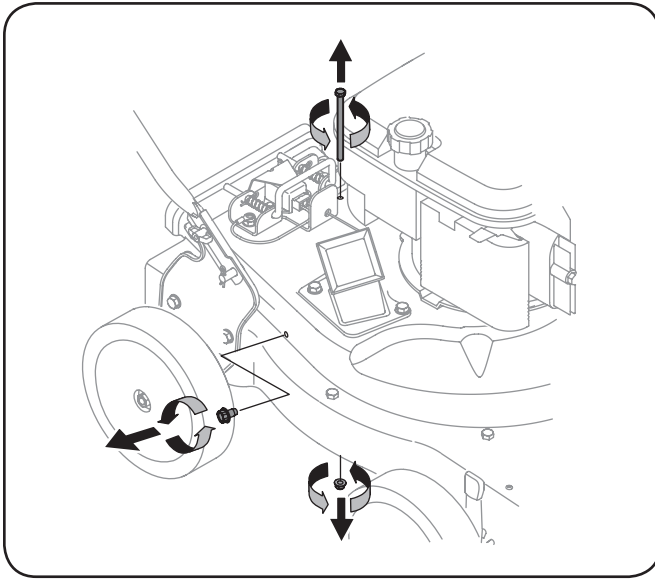

Figura 6-2
4. Saque el tornillo autosellante del lado derecho de la unidad que se une a la pantalla de desgranado. Vea la Figura 6-2.
5. Saque el tornillo de cabeza hexagonal de la parte superior de la caja posterior cerca del soporte de montaje, y la tuerca de seguridad de la brida que une la pantalla de desgranado. Vea la Figura 6-2.